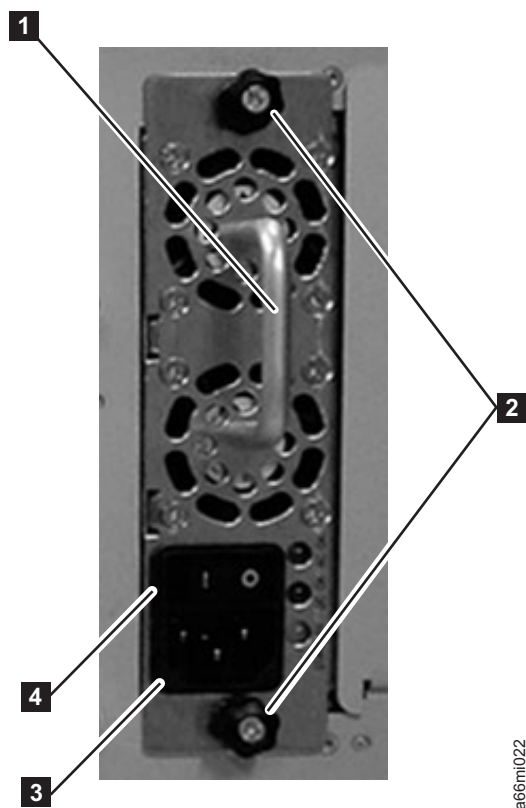

Рисунок 3-14. Блок питания модуля управления
1. Для того чтобы установить блок питания на место, его нужно задвинуть в соответствующую ячейку. Возьмите блок за ручку (**1** в рис. 3-14), его снизу. Затем установите блок на направляющие в соответствующей ячейке и задвиньте его в библиотеку.
2. Затяните два винта (**2** в рис. 3-14) на блоке питания (по часовой стрелке).